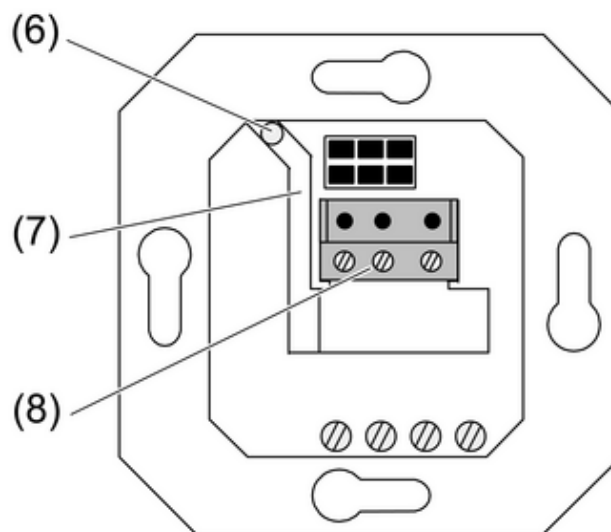
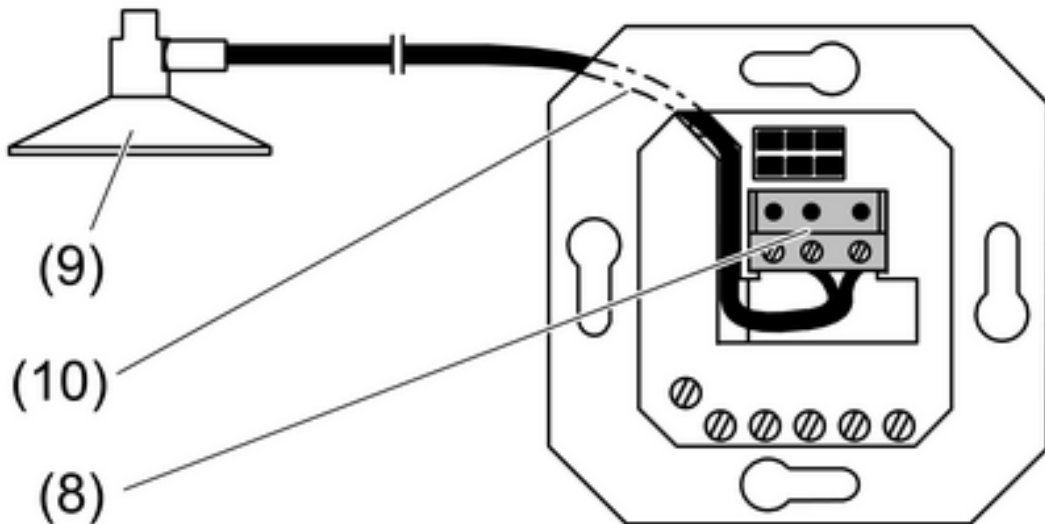
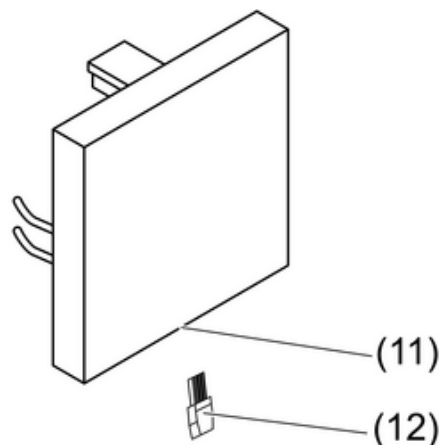

Bild 4: Unterputz-Verlegung der Sensorleitung
Bild 5: Aufputz-Verlegung der Sensorleitung
Bild 6: Sonnensensor am Aufsatz
Die Installation der Sensorleitung kann auf drei unterschiedlichen Arten erfolgen. Unterputz-Verlegung (Bild 4), Aufputz-Verlegung (Bild 5) und bei entsprechenden Aufsätzen, Sensorleitung am Aufsatz einstecken (Bild 6).
- Die Leitung durch die Bohrung (6) des Einsatzes stecken und durch den Leitungskanal (7) zum Klemmenblock (8) führen (Bild 4).
- Zur Aufputz-Verlegung des Innensensors (9) den Stecker abschneiden.
- Die Sensorleitung hinter der Tragplatte (10) durch den Leitungskanal zur Anschlussklemme (8) führen (Bild 5).
- Stecker (12) in die Buchse des Einsatzes (11) einstecken (Bild 6).